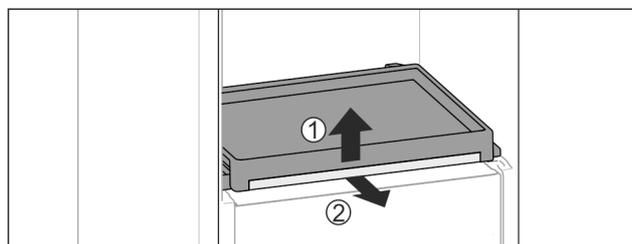

Fig. 39
- ▶ Вынуть выдвигающую панель со стеклянной панелью: Слегка приподнимите спереди стеклянную полку Fig. 39 (1) и потяните вперед Fig. 39 (2).